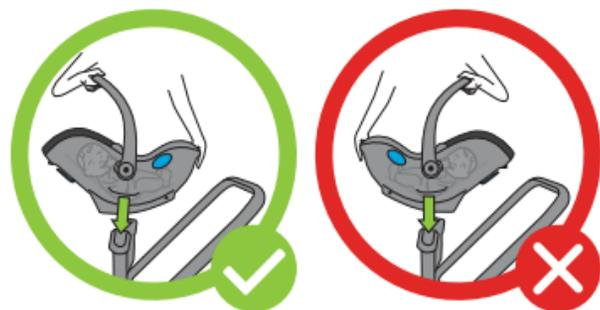

Figure 75
- Avec l'enfant correctement installé dans le porte-bébé, placez le porte-bébé de sorte que les points de fixation de la poussette sur le porte-bébé soient positionnés directement au-dessus des adaptateurs de siège d'auto pour poussette et abaissez le porte-bébé sur les adaptateurs, comme illustré à la **Figure 75**.